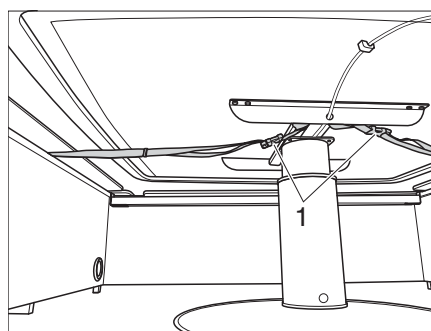

Fig. 57 Seguro con correas de la mesa elevadora
- ▷ La mesa elevadora no está fijada al suelo. Antes de comenzar el viaje, bajar la mesa elevadora hasta el tope inferior y fijarla con las correas (Fig. 57,1) debajo de los bancos de asiento.